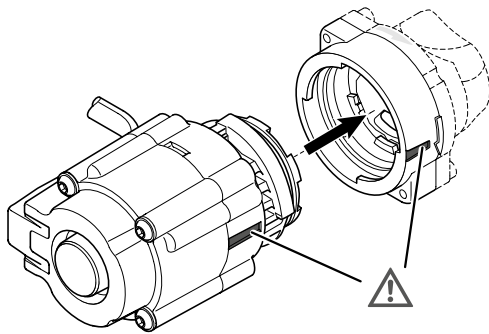

Fig. 16-2: GeniAx Pumpe einsetzen
- Pumpe mit dem Bajonettanschluss in den entsprechenden Gegenanschluss des Pumpenadapters einsetzen. Die Markierung auf dem Pumpenkopf muss mit der entsprechenden (längeren) Markierung auf dem Pumpenadapter übereinstimmen (siehe Fig. 16-2). Der Durchfluss zum Heizkörper/Heizkreis ist in dieser Position der Pumpe noch abgesperrt.